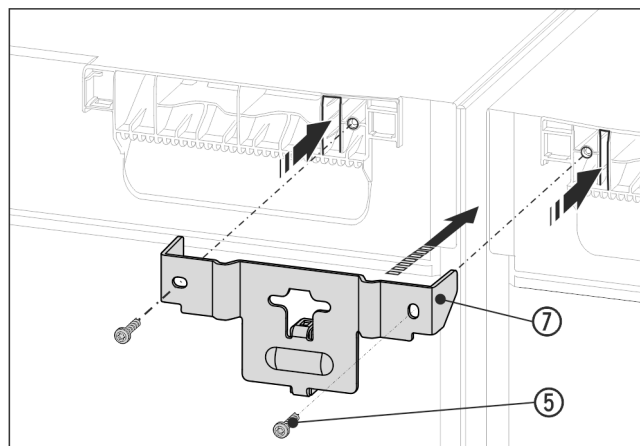

Fig. 16 Zobrazení příkladu
- ▶ Úhelník Fig. 16 (7) zasuňte rozpěrným kusem mezi přístroje a lištami do víka přístrojů. Pomocí 2 šroubů Fig. 16 (5) pevně přišroubujte.